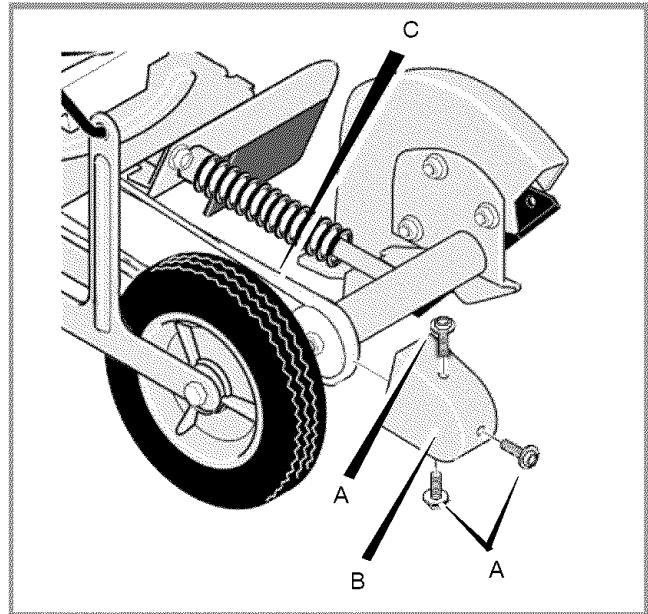

Figura 13: Protector de la correa
- 3 Retire los tornillos (A) del protector de la correa (B) (ver Figura 13).